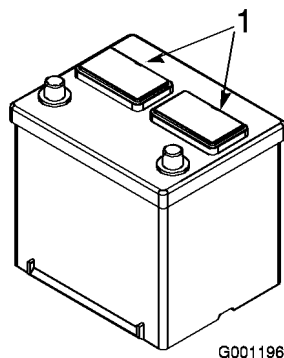

Figura 8
2. Limpe a parte superior da bateria e retire as protecções das aberturas de ventilação (Figura 8).